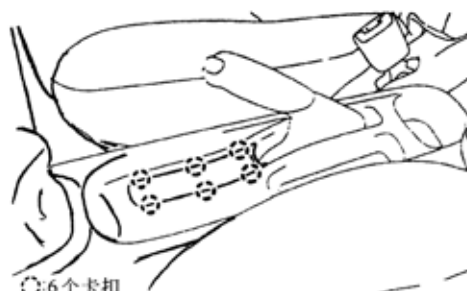

图 9-120
- 20)拆下控制台孔盖。松开 6 个卡扣，拆下控制台孔盖。如图 9-120 所示。